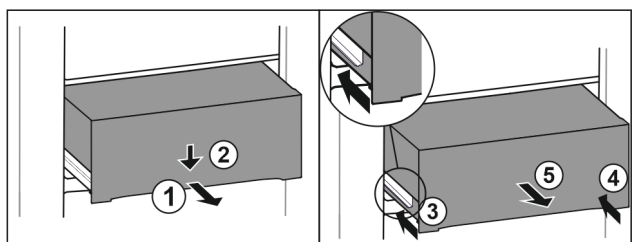

Fig. 133
- ▶ Dra ut utdragslåda till hälften. Fig. 133 (1)
- ▶ Tryck utdragslådan på framsidan nedåt. Fig. 133 (2)
- ▶ Skjut in vänster skena ca 2 cm. Fig. 133 (3)
- ▶ Skjut in höger skena ca 2 cm. Fig. 133 (4)
- ▶ Ta ut utdragslåda genom att dra den framåt. Fig. 133 (5)